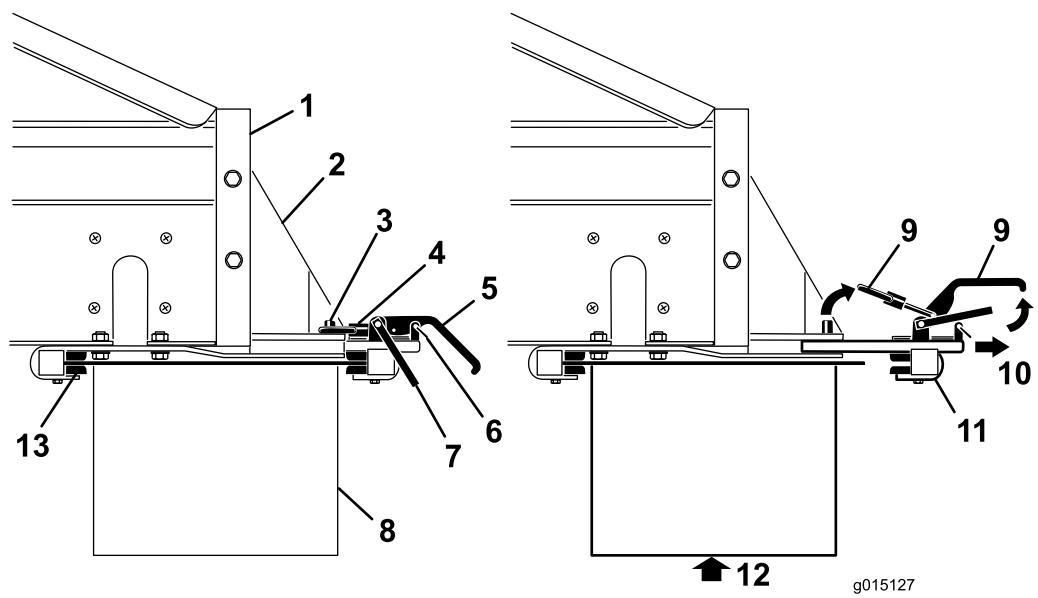

图 41
4. 在他人的协助下将位于机器后部的双甩盘的前端插入固定架前部的锁紧装置 (图 41)。
5. 在为双甩盘提供支撑的同时将后部附件连接锁紧组件滑回支架的槽内并位于尾端上方 图 41。
7. 将安全门夹安装到锁紧手柄 (图 41)。
1. 卸下锁紧手柄 (图 41)上的安全门夹。
2. 提起安全门然后提起附件连接锁紧手柄再从锁销中放开锁环 图 41。
3. 将后部的附件连接锁紧组件滑出快速连接槽 (图 41)。